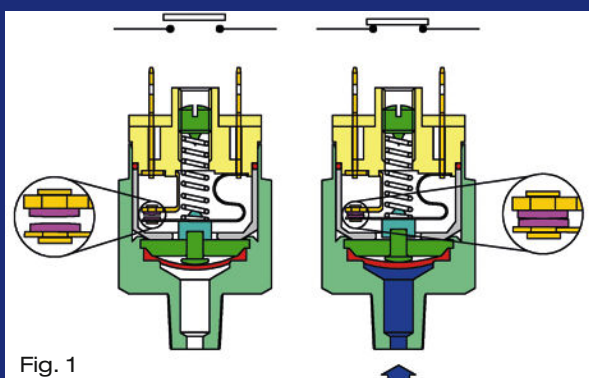

Fig. 1
- Nella versione **NORMALMENTE APERTA (N.A.)** Fig. 1, il contatto si presenta aperto, ossia non esiste passaggio di corrente in assenza di pressione.
- *In the NORMALLY OPEN (NO) version on Fig. 1, the contact is open, i.e. there is no flow of current in the absence of pressure.*